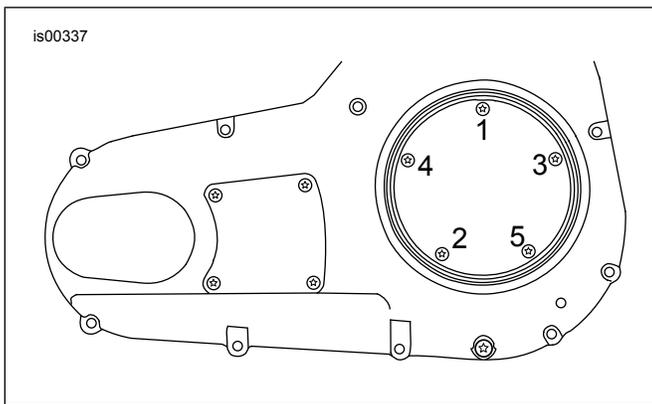

Figure 1. Séquence de serrage, couvercle d'inspection d'embrayage
5. Installer le couvercle d'inspection d'embrayage (1) et le joint sur le couvercle du carter de chaîne primaire avec les vis et les rondelles du kit. Serrer les vis à un couple de 10–12 N·m (84–108 **in-lbs**) en respectant la séquence indiquée à la Figure 1.